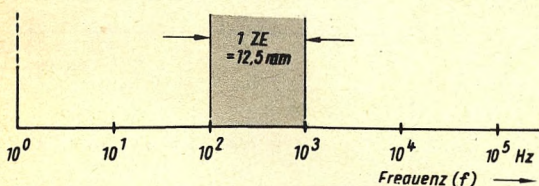

Bild 1.6. Logarithmisch geteilte Frequenzachse; eine Zeicheneinheit entspricht 12,5 mm
Entsprechend dem darzustellenden Bereich und der verfügbaren Zeichenfläche wählt man eine bestimmte Länge als Zeicheneinheit (ZE). Beim Weiterschreiten um eine ZE (z. B. 12,5 mm) verzehnfacht sich jeweils der angeschriebene Wert (Bild 1.6): Die Achse ist logarithmisch geteilt.